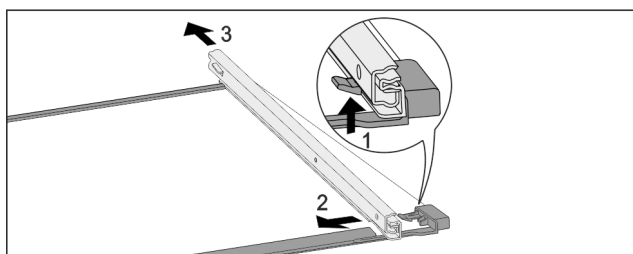

Fig. 228 Pllaka e xhamit me shinat
- Shtyni për lart grepat e kapjes në pjesën përpara. Fig. 228 (1)
- Shkëputni shinën me tërheqje në pjesën anësore Fig. 228 (2) dhe në pjesën prapa Fig. 228 (3).